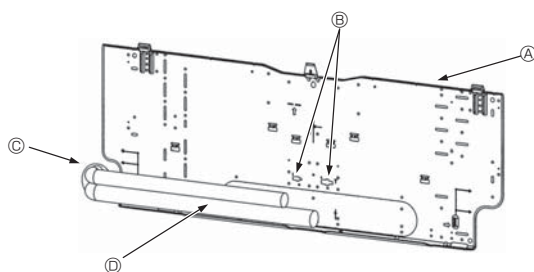

Fig. 3-5
- Ⓧ Vis de fixation (4 x 25) ②
- Ⓡ Plaque d'installation ①
3.3. Lors de l'insertion des tuyaux dans le mur (Fig. 3-5)
- ▲ Plaque d'installation ①